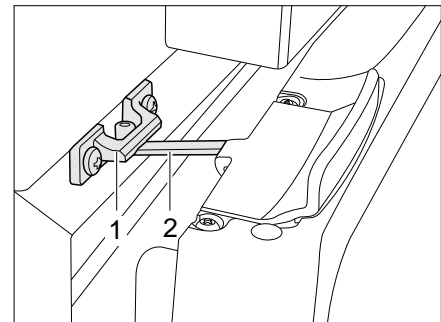

Bild 331 Kühlschranktür in Lüftungsstellung (Thetford)
- Verriegelung (Bild 331,2) aufklappen und in der Verriegelungsaufnahme (Bild 331,1) einrasten. Die Kühlschranktür bleibt damit leicht geöffnet.